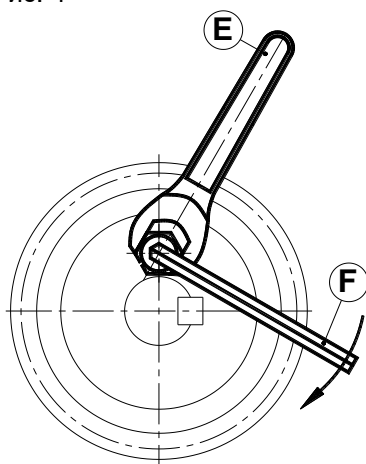

Рис. 5
Чтобы использовать CAFRA S. (например, серия 100 и пример 1 на стр. 161) просверлите ступицу на расстоянии f с высотой D между осями l и допуском, как показано в таблице на стр. 165. Установите ступицу на вал на желаемой высоте, вставьте CAFRA внутрь отверстия расширения до фланца. Удерживая фланец заблокированным шестигранным ключом (E), используйте шестигранный ключ (F), чтобы затянуть винт с моментом затяжки Ms, как показано на рис.5.
To use CAFRA S. (for example series 100 and example 1 on page 161) drill the hub at distance f at height D interaxis l and tolerance as shown in the table on page 165. Position the hub on the shaft at the desired height, insert the CAFRA inside the hole up to the collar. Keep the collar locked with a hex key (E) and use an Allen key (F) to tighten the screw up to the Ms tightening torque as shown in the fig.5.